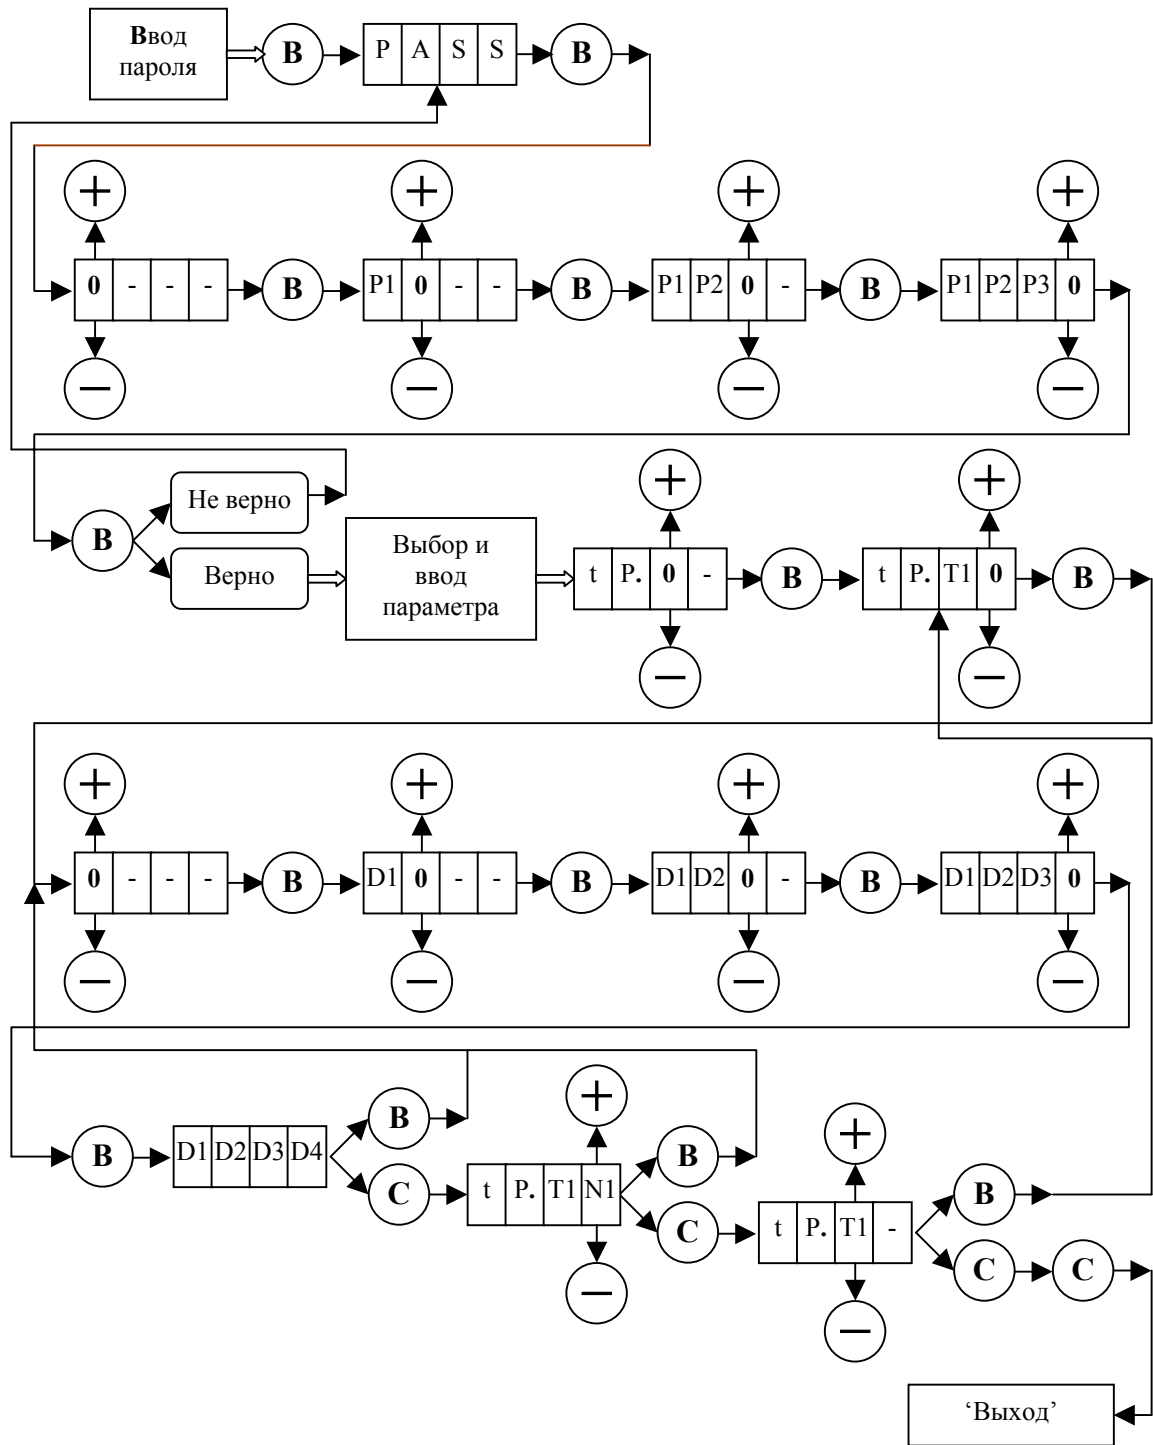

Рис. 5. Ввод параметров с помощью клавиатуры.
3.7.12.2. На **рис. 5** изображена диаграмма ввода параметров с помощью клавиатуры, где кружки с соответствующими надписями обозначают кнопки клавиатуры, причем буква **В** обозначает **ВВОД**, а буква **С** – **СБРОС**.